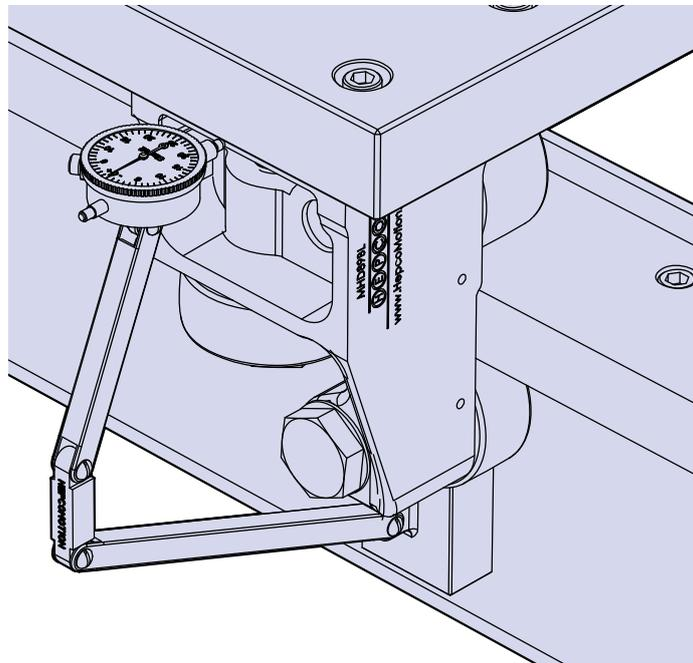

Figura 6
- Confirme la alineación del carro en la guía moviéndolo a lo largo de la guía con un dispositivo de medición adecuado que se apoya sobre la cara correspondiente al registro de los bloques MHD, tal como indica la Figura 6. El dispositivo debe indicar que todos los bloques están paralelos a la guía y que los bloques a ambos lados del carro están alineados entre sí. Reajuste el sistema si no está alineado correctamente.